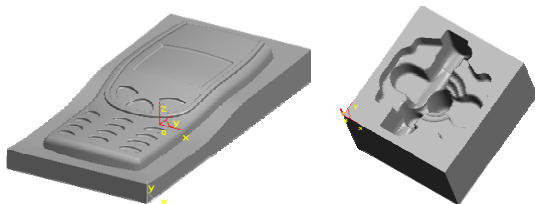

图 5-3 分模功能
(4) 分模 新增了模具设计的功能，对于复杂的零件，根据材料的特性确定其收缩率，生成模具，并可通过草图或曲面等分模方式进行分模，极大地简化了设计过程，如图 5-3 所示。